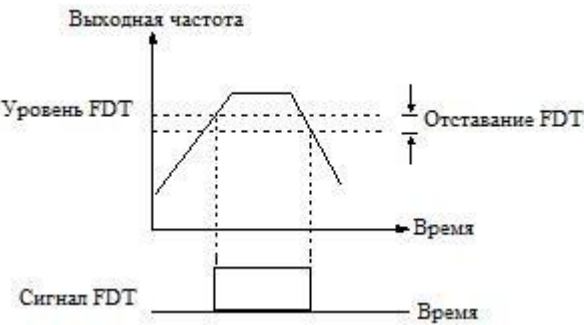

Рисунок 5.3.9 Обнаружение частоты FDT
- ◆ Когда выходная частота возрастает до определенного значения заданной частоты (порога обнаружения частоты), соответствующий выход клеммы будет действительным. Мы назвали заданную частоту FDT (ПОЧ) уровня. При падении выходной частоты соответствующий выходной сигнал клеммы сохраняется до тех пор, пока выходная частота не снизится до другой определенной частоты ниже уровня FDT, который называется частотой выпуска (частота выпуска = задержка FDT1-уровень FDT1), как показано на Рис. 5.3.9.